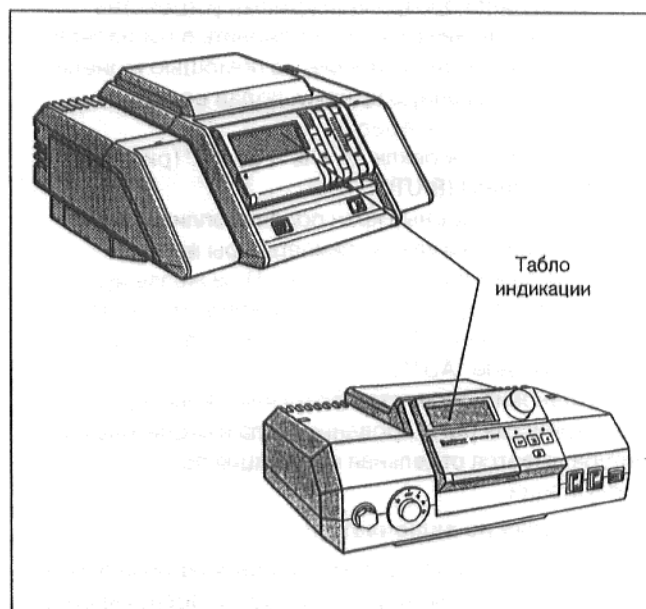

рис. 2 Система регулирования 4000 и 2000
- О неисправности сигнализирует индикация на табло устройства регулирования (рис. 2). Дополнительно горит сигнальная лампа кнопки подавления помех на автомате розжига; нажать кнопку подавления помех.